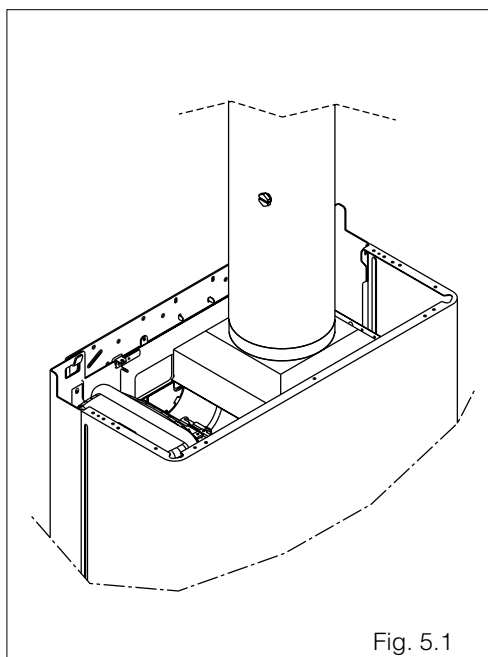

Fig. 5.1
- Con la caldaia alla massima potenza, in modo  (estate), temperatura sanitario a 60°C, rubinetto dell'acqua calda alla massima portata, è possibile effettuare il controllo della combustione inserendo la sonda nel tratto di tubo rettilineo (fig. 5.1) posizionato dopo l'uscita della cappa ad almeno 400÷500 mm. dalla stessa (come prescritto dalle Norme vigenti)